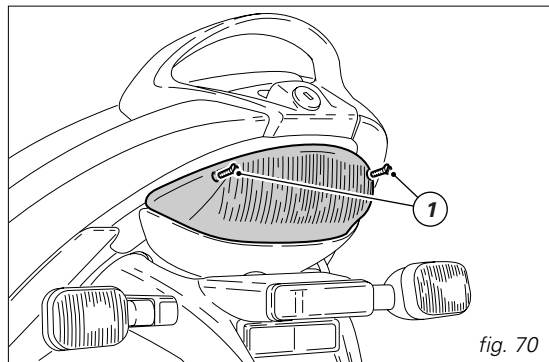
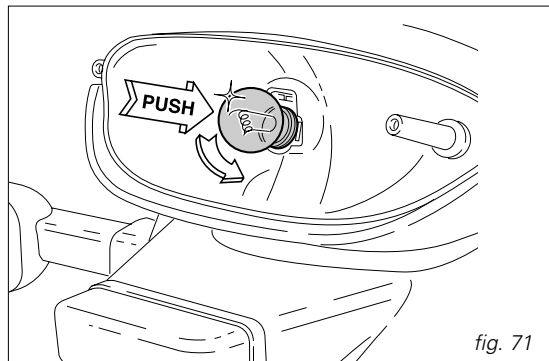

fig. 70
fig. 71
Para la sustitución de la bombilla de la luz de parada y de posición es necesario destornillar los dos tornillos (1, fig. 70) que fijan el transparente y desmontarlo. La bombilla dispone de un enganche de bayoneta, para extraerla es necesario presionar y girar en sentido contrario a las agujas del reloj. Sustituir la bombilla y posicionarla nuevamente presionando y girando en sentido de las agujas del reloj hasta que se oiga el enganche en su asiento (fig. 71). Montar nuevamente el transparente y ajustar los tornillos (1).